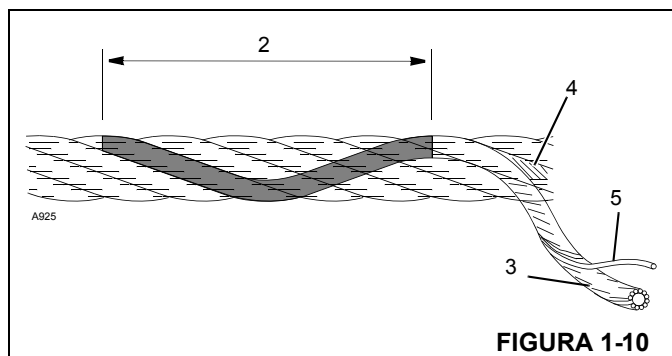

FIGURA 1-10
13. Ao verificar se há fios rompidos (5) Figura 1-10 relaxe o cabo e remova-o dos "pontos de sustentação". O defeito em um cabo de aço é referido com relação ao "Comprimento do encordoamento" (2), que é a distância medida ao longo do cabo em que um cordão (3) completa uma volta ao redor do núcleo (4).